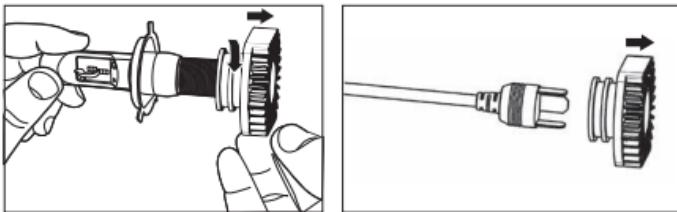

Figura-3
- 5.3 Desaparafuse o dissipador de calor do farol LED4 e retire o dissipador de calor do queimador econector como mostrado na Figura 3.